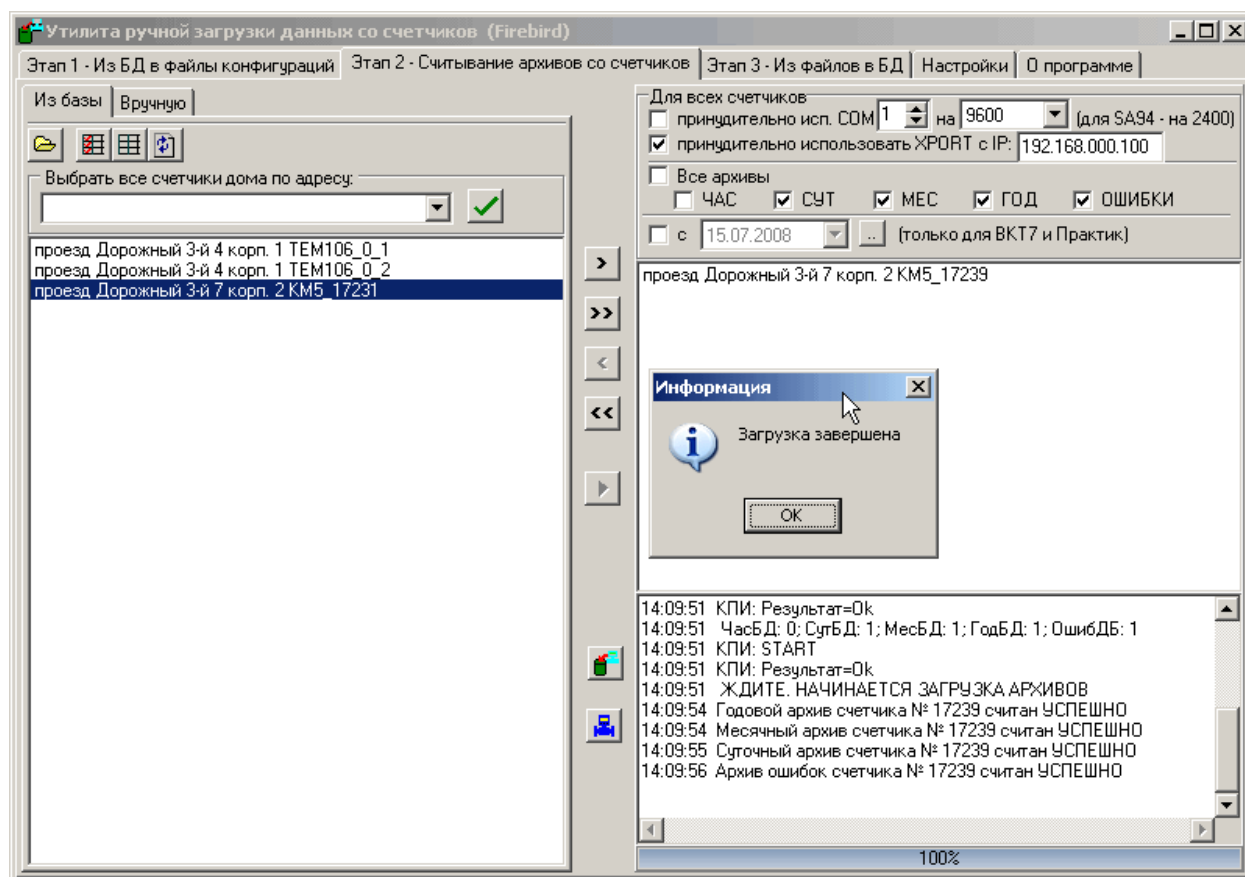
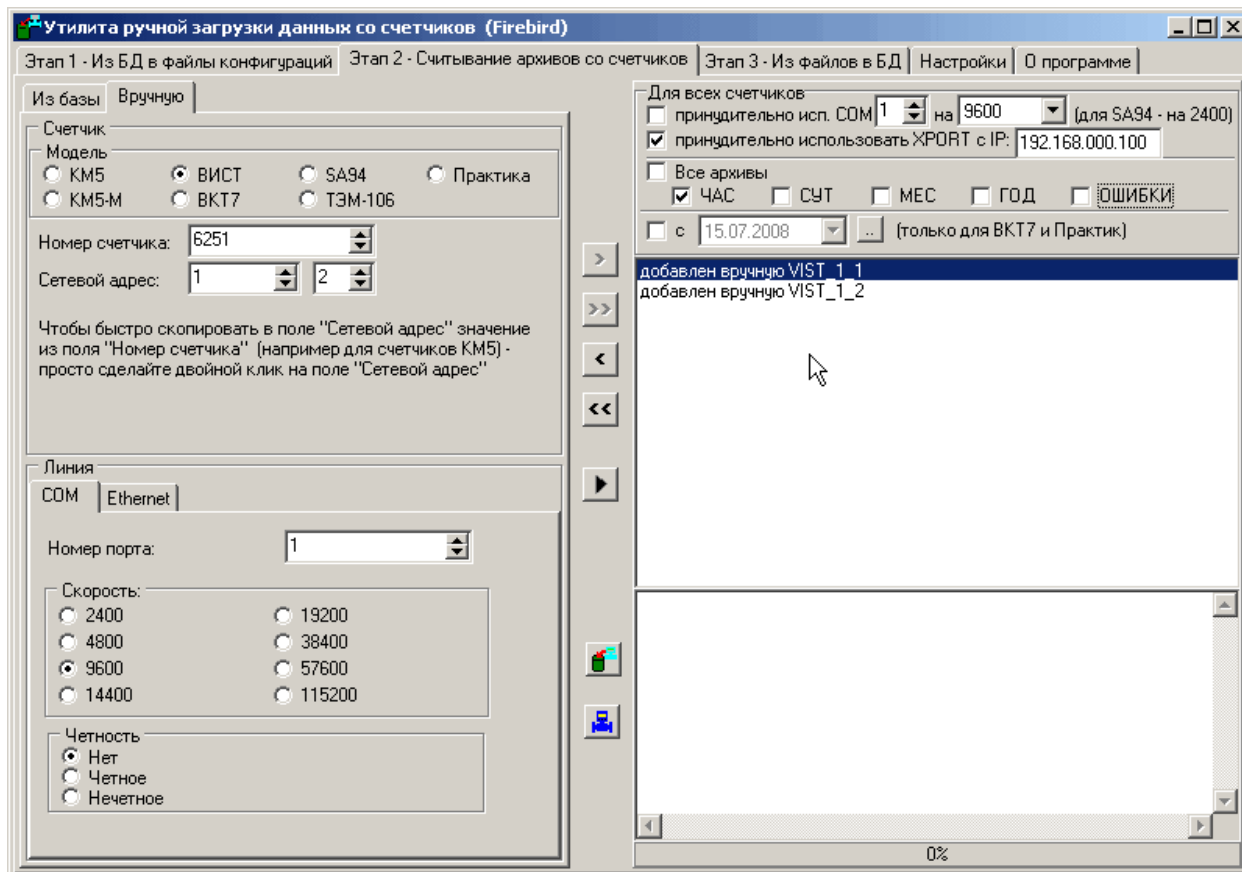

Рис. 35. Вкладка «Этап 2 – Из базы» главного окна программы INBAZAhand.
Рис. 36. Вкладка «Этап 2 – Вручную» главного окна программы INBAZAhand.
2. Переходим на вкладку «Этап 2» главного окна программы (Рис. 35). При этом на правой верхней панели ставим соответствующие галочки в зависимости от используемой нами для считывания физической линии связи, отличающейся от указанной в диспетчерской системе для приборов в данном месте монтажа (ее мы видим на панели ниже – «Информация о линии связи»): либо СОМ-порт, либо специально принесенный на место монтажа интегратор сети.
3. На левой панели видим две вкладки «Из базы» и «Вручную». Выбираем вкладку «Из базы». Открываем файл конфигурации, нажимая на кнопку . В левом информационном окне появляется общий список выбранных нами из основной базы приборов. Перетаскиваем мышью или с помощью кнопок со стрелками из левого окна в правое верхнее те приборы, считывание с которых нужно произвести в данном месте. Для удобства выбора есть кнопки с подсказками  на верхней панели, позволяющие выделить все, сбросить/обратить выделение, а также окошко «Выбрать все счетчики дома по адресу» со списком адресов приборов (Рис. 35). Вкладка «Вручную» позволяет задать требуемую информацию по тем приборам, которых по какой-либо причине не оказалось в основной базе данных, либо перенастроить параметры существующих (Рис. 36). Счетчики, заданные вручную, переносятся в правую верхнюю панель кнопкой .
5. Нажимаем кнопку запуска считывания . Ход процесса отображается в нижнем информационном окошке и индикатором прогресса. По окончании процесса считывания появляется окошко с подтверждающим сообщением (Рис. 35).